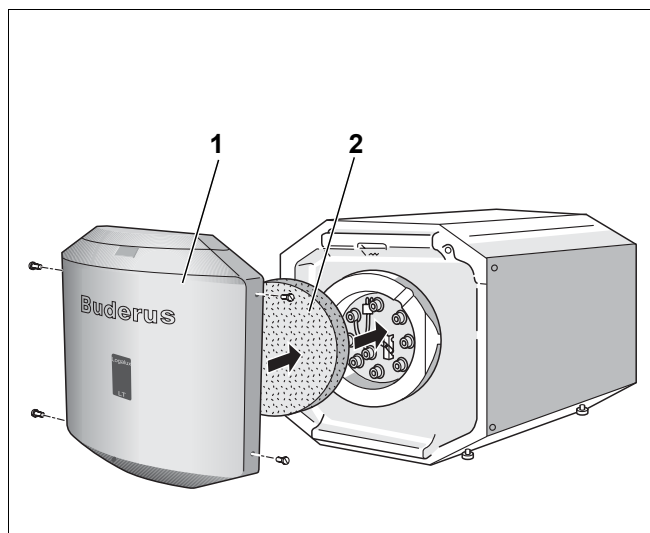

Рис. 12 Установка теплоизоляции и передней стенки
- Установить теплоизоляционный элемент (рис. 12, **поз. 2**) на крышку люка.
- Установить переднюю стенку (рис. 12, **поз. 1**) и закрепить 4 болтами.